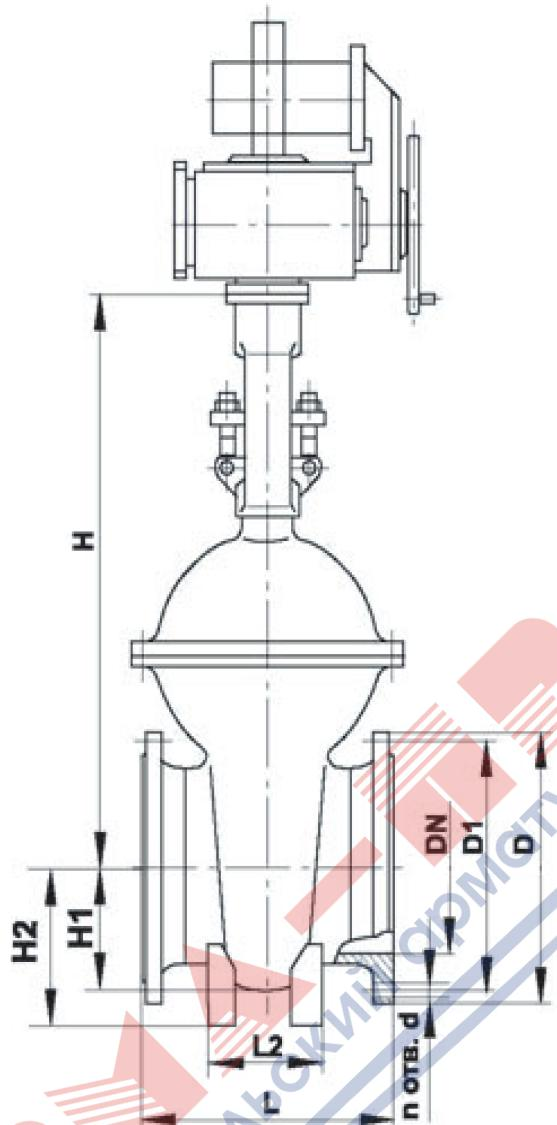

Рисунок 4. Задвижка с невыдвижным шпинделем
- 3.4.2 Полную разборку задвижки (см. рисунок 4) производить в следующем порядке: